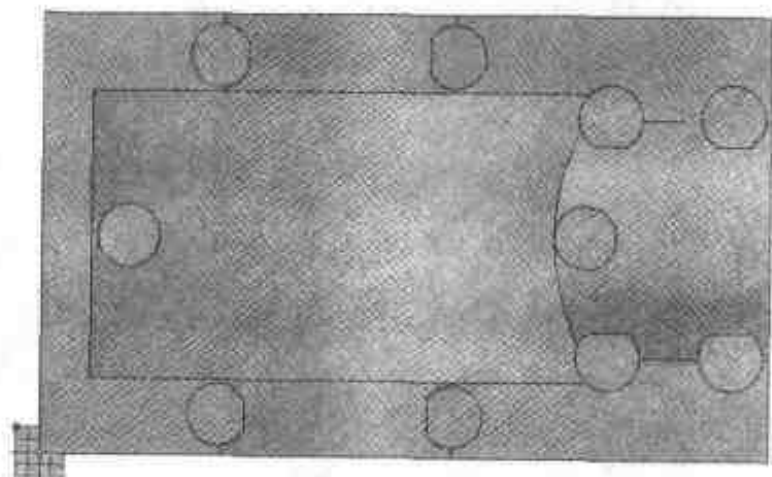

图 2.20 改变视向
- (2) 单击【指定面】按钮后，单击长方体上表面或按 F8 键后视图改变，如图 2.20 所示。